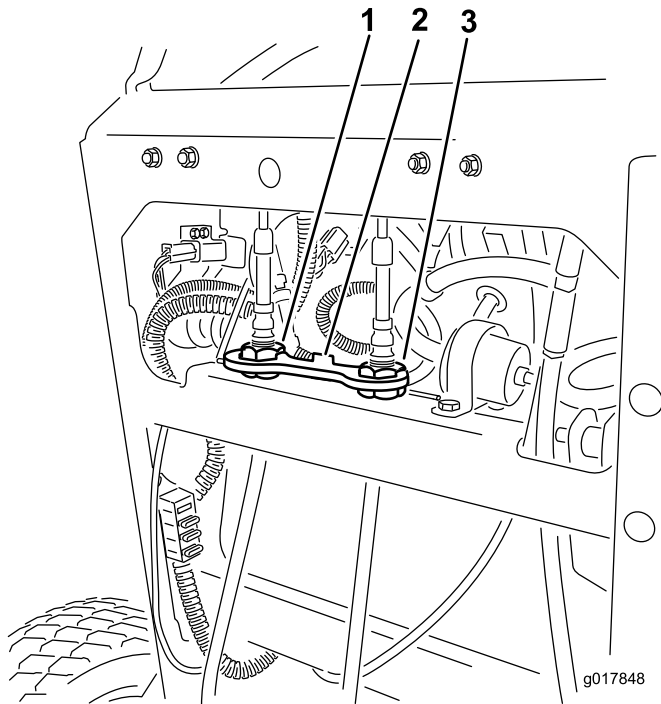

Figure 57
4. Levez et déposez le verrou à câble qui fixe les écrous de réglage du câble (Figure 57).
5. Tournez le dispositif de réglage du câble droit pour placer la commande de déplacement droite au centre de la fente de verrouillage au point mort du panneau de commande (Figure 57).
10. Placez le verrou à câble sur les écrous de réglage de câble pour bloquer le réglage (Figure 57).